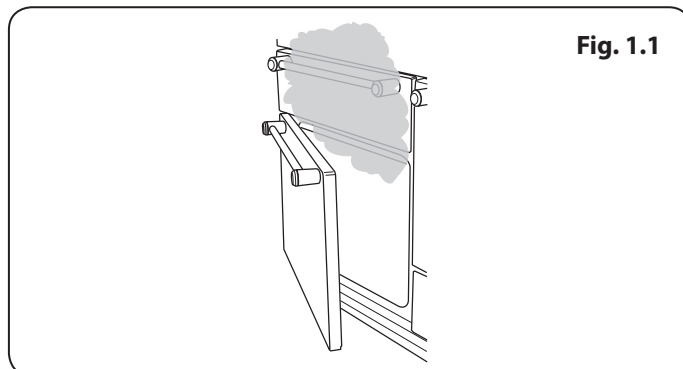

Fig. 1.1
- Vid tillagning av mat som innehåller mycket vatten kan ånga strömma ut när ugnsluckan öppnas. Se till att du inte står för nära när du öppnar ugnen och vänta tills eventuell ånga har strömmat ut (**Fig. 1.1**).